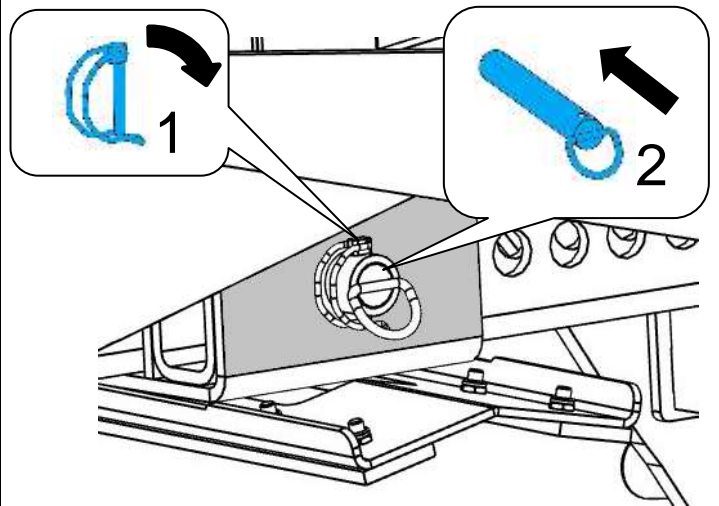

Abb. 4
6. Reinsere il perno (2) (fig. 4). 6.
7. Reinsere il perno di collegamento (1) (fig. 4).